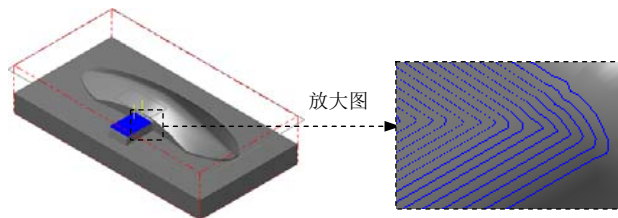

图 9.31 刀具路径
(1) 在“曲面精加工浅平面”对话框的 **刀具路径参数** 选项卡的列表框中显示出 Step4 所选择的刀具，双击该刀具，系统弹出“定义刀具-机床群组-1”对话框。
(2) 设置刀具号码。在“定义刀具-机床群组-1”对话框的 **刀具号码** 文本框中，将原有的数值改为 6。
(3) 设置刀具参数。单击“定义刀具 - 机床群组-1”对话框中的 **参数** 选项卡，在 **进给率** 文本框中输入值 200.0，在 **下刀速率** 文本框中输入值 100.0，在 **提刀速率** 文本框中输入值 500.0，在 **主轴转速** 文本框中输入值 2200.0。
(4) 设置冷却方式。在 **参数** 选项卡中单击 **Coolant...** 按钮，在系统弹出的 “Coolant...” 对话框的 **Flood** (切削液) 下拉列表中选择 **On** 选项。单击 按钮，关闭 “Coolant...” 对话框。
(5) 单击 “定义刀具-机床群组-1” 对话框中的 按钮，完成刀具参数的设置。
Step8. 单击 “曲面精加工浅平面” 对话框中的 按钮，同时在图形区生成图 9.31 所示的刀具路径。